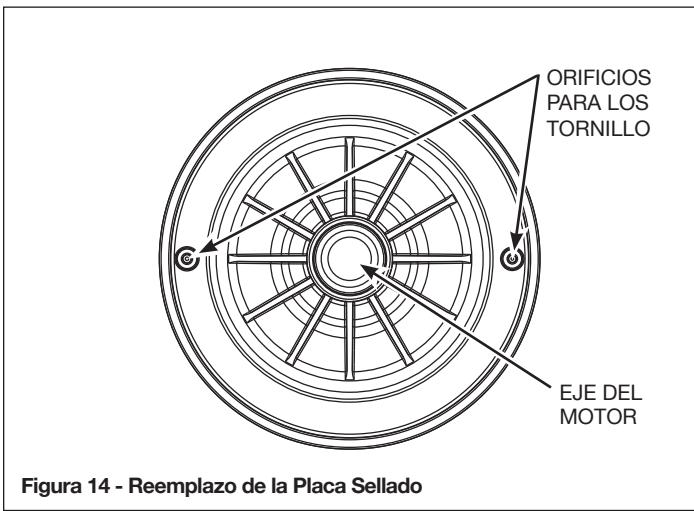

Figura 14 - Reemplazo de la Placa Sellado
17. Con cuidado, deslice la placa de sellado sobre el eje de manera que no se perturbe la posición del sello en la placa de sellado. La placa de sellado debe orientarse durante el armado de forma que los dos orificios estén en una línea horizontal a lo largo del eje del motor. (Figura 14)